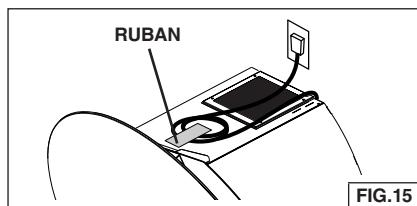

FIG.15
12. Branchez le cordon électrique dans la prise de 120 VCA. Fig. 15.